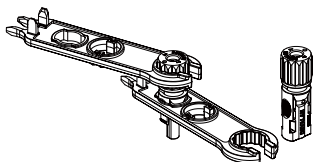

Abb. 3.5 Stecker mit aufgeschraubter Überwufmutter
c) Stecken Sie den Kontaktstift in den oberen Teil des Steckers und schrauben Sie die Überwufmutter auf den oberen Teil des Steckers (wie in Abb. 3.5 gezeigt).